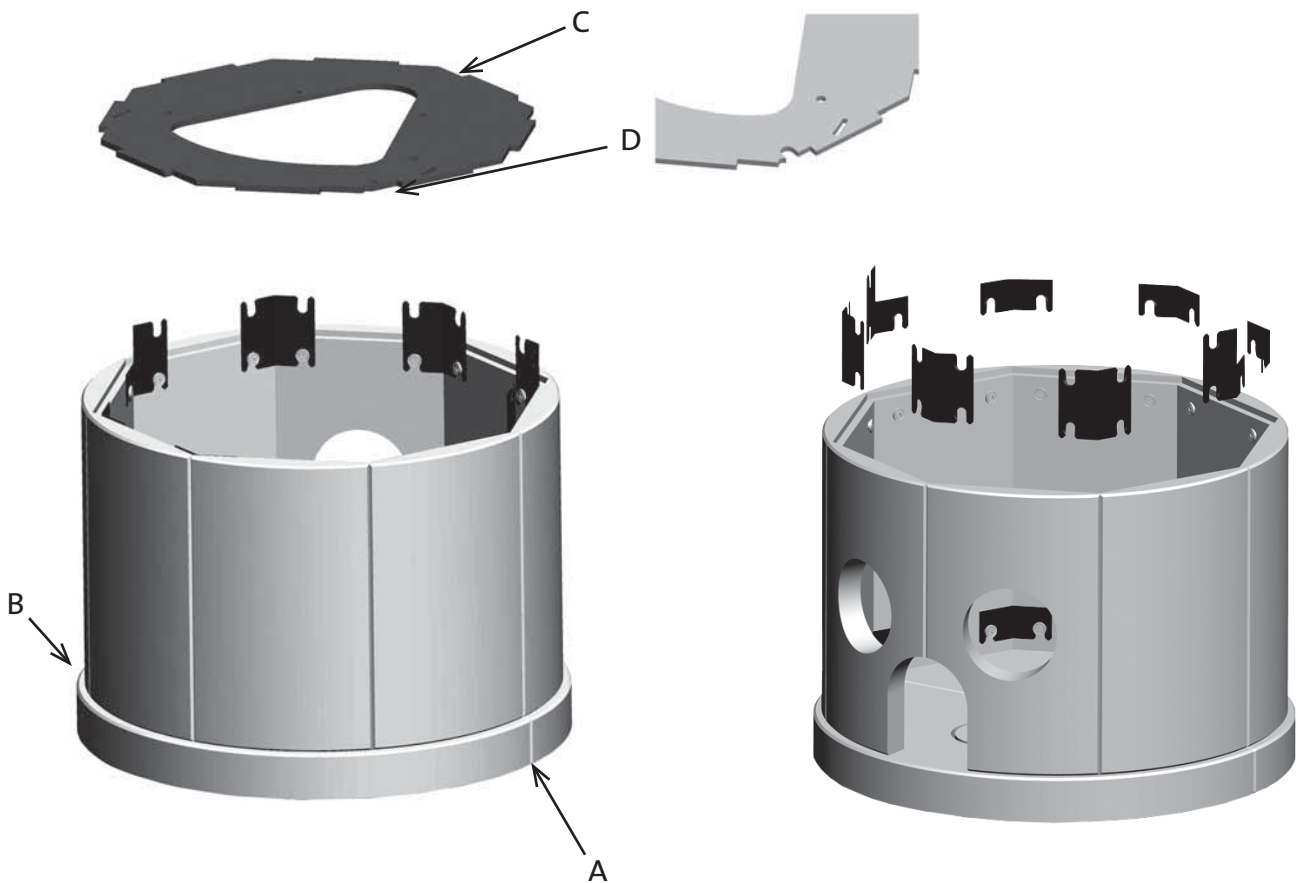

Fig. 10
- Breng de twee kappen voor de convectiegaten (onderdeel 6) aan de achterkant in, Fig. 10. De kappen worden op de ombouw bevestigd door de twee kappen naar de zijkant aan de binnenkant van het gat te vouwen. Zorg ervoor dat zij goed aansluiten.